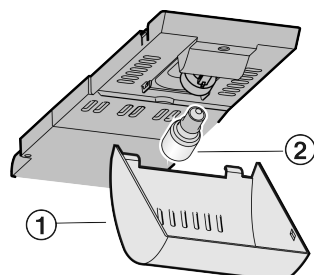

Fig. 12
- Kryt *Fig. 12 (1)* uchopte vpředu a vzadu vyhákněte.
- Žárovku *Fig. 12 (2)* vyměňte.
- Kryt *Fig. 12 (1)* zase nasadte.